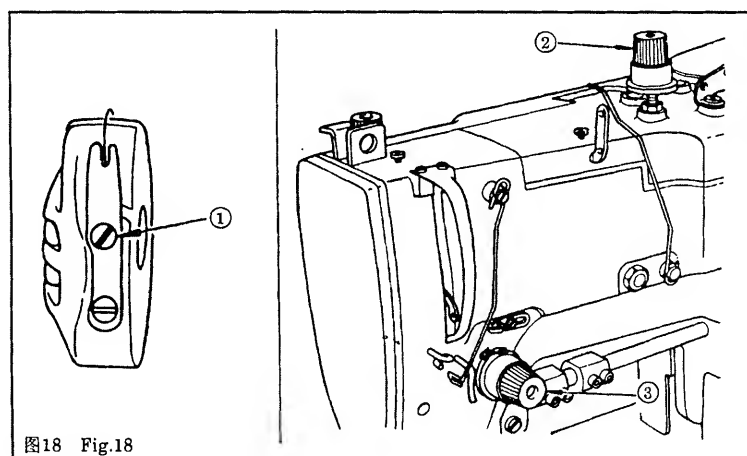
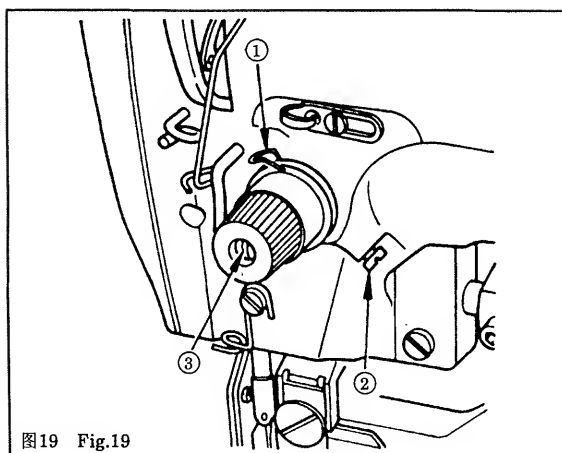

图18 Fig.18
图19 Fig.19
16. 缝线张力 图18 图19
16.THREAD TENSION Fig.18 Fig.19